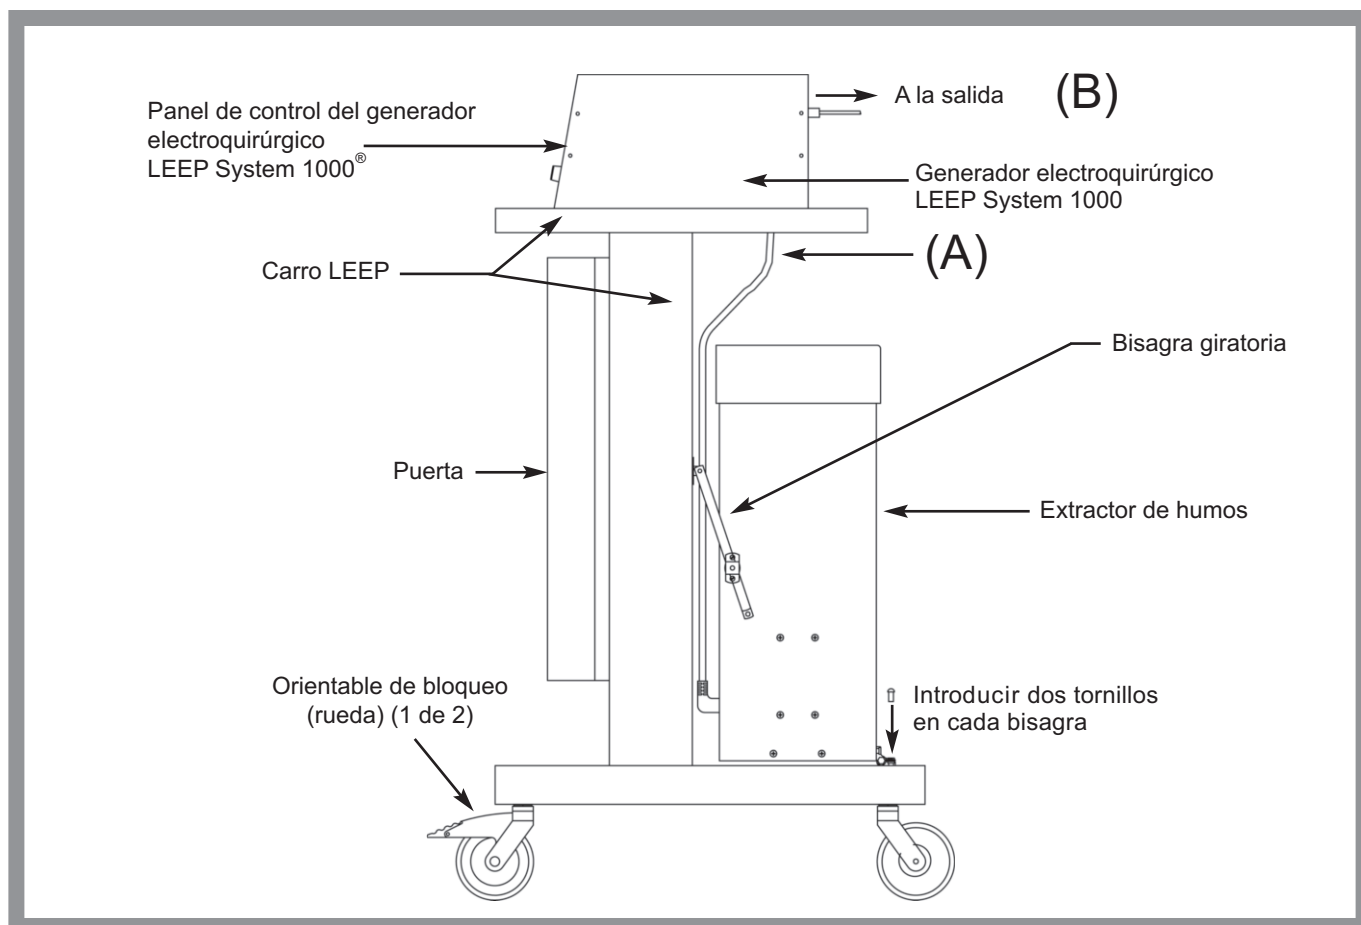

Figura 1
3. Retire los tornillos del lado del extractor de humos y sujete el soporte de la bisagra basculante al extractor de humos. Consulte la Figura 1.
Después de abrir la caja del generador electroquirúrgico, alinee los pasadores de la parte inferior del generador electroquirúrgico con los orificios correspondientes situados en la parte superior del carro. Consulte la Figura 1.
1. Enchufe el cable que sale del generador electroquirúrgico al receptáculo en la parte posterior del extractor de humos [consulte (A) en la Figura 1].
Consulte **1** y **12** en la Figura 2. A continuación, fije el cable de alimentación al receptáculo en la parte posterior del generador electroquirúrgico y luego a la toma de corriente de pared de uso hospitalario para obtener corriente [consulte (B) en la Figura 1].